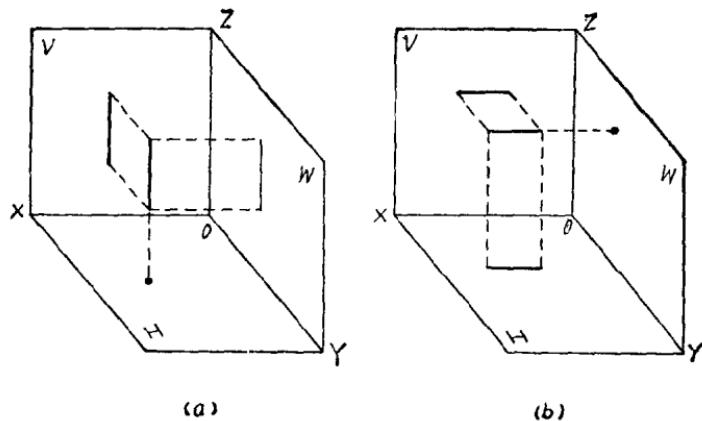

图 1-8
2. 一条线在空间时，它在各投影面上的正投影，是由点和线来反映的。如图 1-8 (a)(b)，是一条竖直向下和一条